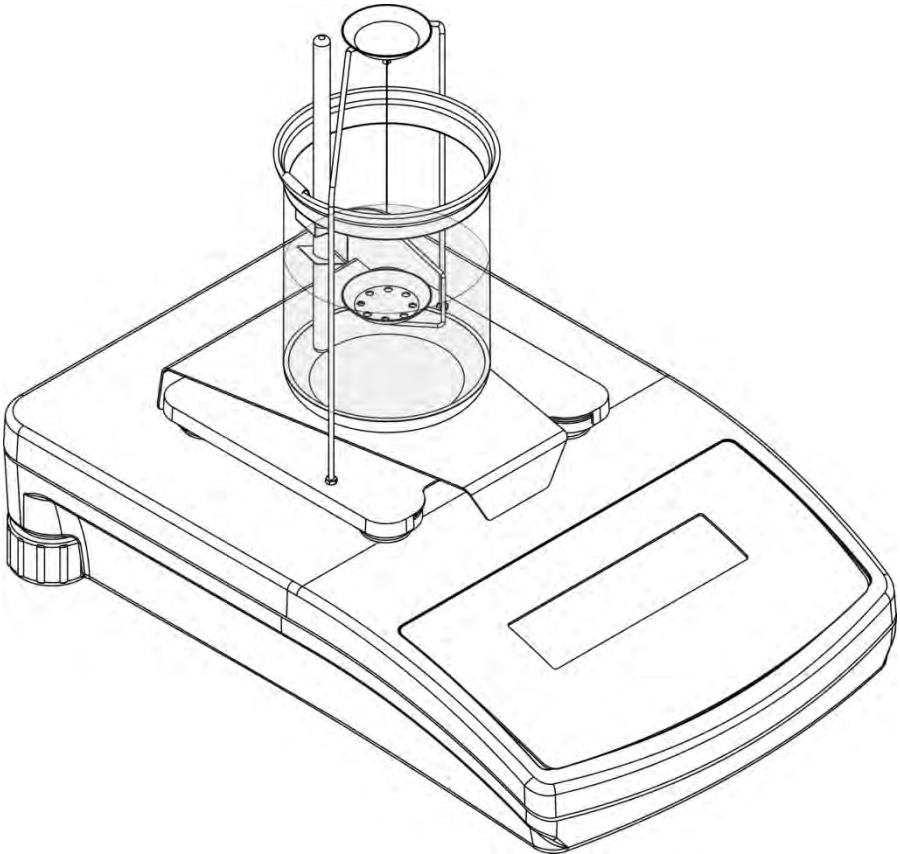

Abb. 6. Waage PS mit dem Set zur Dichtebestimmung von Feststoffen
- Volumen des Tauchkolbens soll in den Waagespeicher im Feld „Volumen des Tauchkolbens“ eingegeben werden (Funktionen der Tasten wurden in der Abbildung 6 angezeigt).